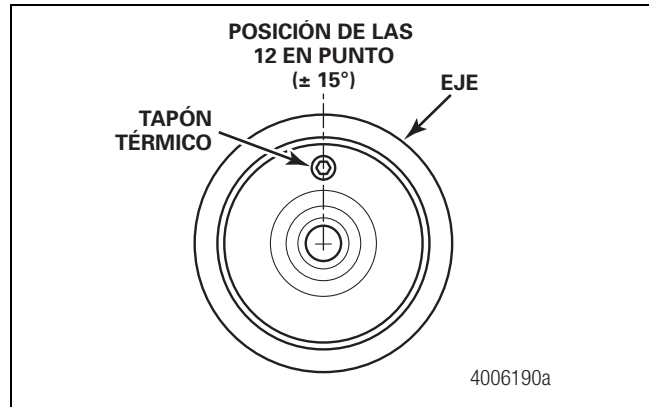

Figura 2.20
15. Si instala un tapón de presión del eje equipado con un tapón térmico para un sistema ThermALERT, instale el tapón de presión del eje con el tapón térmico fijo en la posición de las 12 en punto ($\pm 15^\circ$). Figura 2.20.
- Si el tapón de presión del eje está equipado con un tapón térmico para un sistema ThermalERT: Asegúrese de que el tapón térmico está ubicado ARRIBA en la posición de las 12 en punto (± 15 grados) cuando el eje está instalado debajo del semirremolque. Figura 2.20.